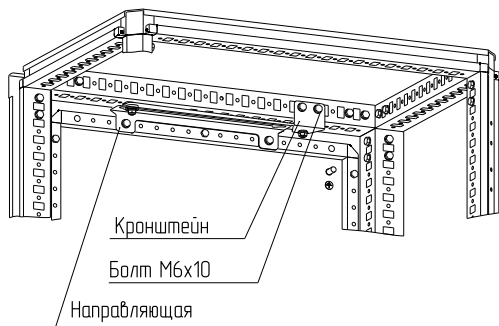

Рисунок 71
- 4.38.2 Закрепите кронштейн ограничителя на крыше болтами М6×10 (рисунок 71). Момент затяжки – 7 Н·м.